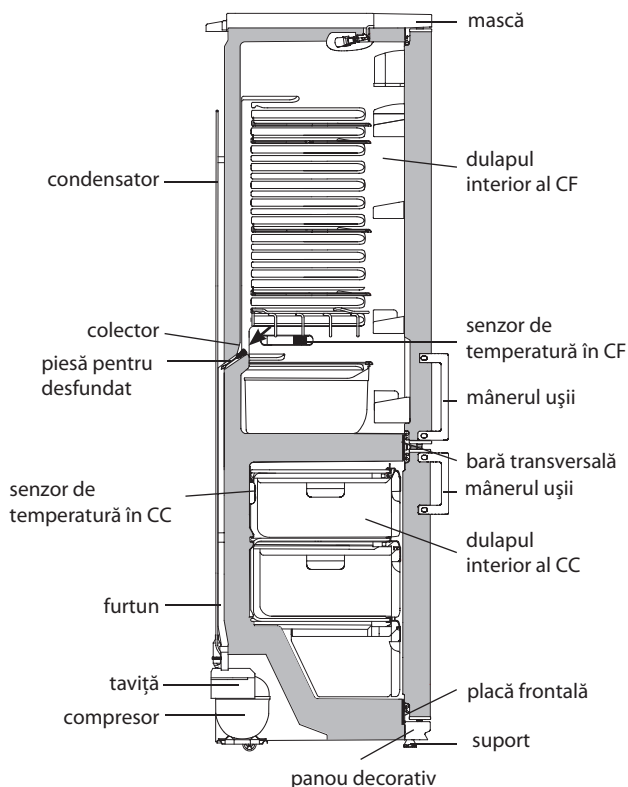
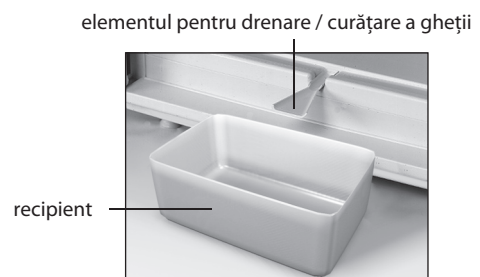

Figura 7 — Schema scurgerii apei rezultate în urma topirii din CF
Figura 8 – Colectarea apei rezultate în urma topirii din CF
5.2.1 În CF se folosește un sistem automat de dezghețare. Bruma care apare pe peretele din spate al CF, se topește în timpul ciclului de dezghețare la deconectarea compresorului și se transformă în picături de apă. Picăturile de apă rezultată în urma topirii se scurg în colector, apoi prin gaura acestuia și prin furtun - în tavița de pe compresor, în conformitate cu figura 7 și se evaporă.
Pentru eliminarea înfundării folosiți piesa corespunzătoare și curățați gaura colectorului, astfel ca apa să se scurgă liber în taviță, apoi spălați piesa și instalați-o în conformitate cu figura 7.
SE INTERZICE să utilizați frigiderul cu sistemul de scurgere înfundat. Apa care a apărut pe fundul CF sau care a ajuns în locul de alăturare a barei transversale și a dulapului interior al CF, în conformitate cu figura 7, poate provoca coroziunea dulapului exterior al frigiderului și elementelor agregatului frigorific, defectarea izolației termice, formarea crăpăturilor dulapului interior și defecțiunea frigiderului.
ATENȚIE! Nu puneți produsele în CF prea aproape de senzorul de temperatură, care este situat pe peretele drept al CF, în conformitate cu Figura 7.
ATENȚIE! Nu puneți produsele în CC prea aproape de senzorul de temperatură, care este situat pe peretele din spate al CC, în conformitate cu Figura 7.
— instalați în conformitate cu figura 8 elementul de masă plastică pentru drenare și orice vas recipient cu volumul de nu mai puțin de 2 litri pentru a colecta apa rezultată în urma topirii;
SE INTERZICE să decongeleți congelatorul fără utilizarea elementului pentru drenare instalat în conformitate cu figura 8. Apa rezultată în urma topirii care se scurge din cameră afară de elementul pentru drenare, pătrunzând în locul de alăturare a plăcii frontale la dulapul interior în conformitate cu figura 7, poate provoca coroziunea dulapului exterior al congelatorului și a elementelor agregatului frigorific, defectarea izolației termice, formarea crăpăturilor dulapului interior și defectarea dulapului frigiderului.